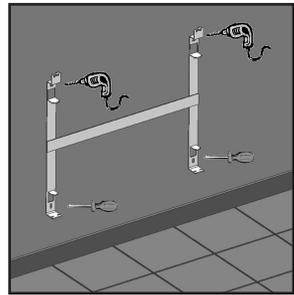

fig. 3
3. Colocar el soporte haciendo coincidir los agujeros inferiores para los tornillos del mismo y atornillar. (fig. 3)
4. Con el soporte sujeto por la parte inferior repetir el proceso del punto 2. (fig. 3)